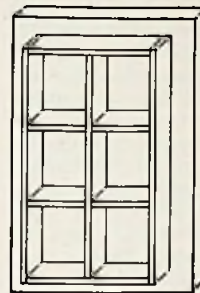

Bild 2. Lattenrost für die Versteifung der Box-Rückwand
gangsübertrager einen ungewöhnlich großen Kern (M 85) besitzt, konnten für den Verstärker ganz vorzügliche elektrische Eigenschaften (Bild 2 und Tabelle) erzielt werden.
Zunächst wurde die Rückwand der Box herausgenommen und das aufgenagelte, mit Watte gefüllte Dämpfungskissen entfernt. Dann erhielt die Rückwand innen zur Versteifung einen Lattenrost nach Bild 2, wobei Fichtenholzeisten mit 20 x 35 mm Querschnitt hochkant so aufgeschraubt und mit gutem Tischlerleim (II) aufgeleimt wurden, daß sechs Felder entstanden. In diese Kammern wurde die aus dem Kissen entnommene Watte gefüllt und über das Ganze dann mit Polsternägeln (Abstand von Kopf zu Kopf = 5 cm) ein Abdecktuch genagelt.